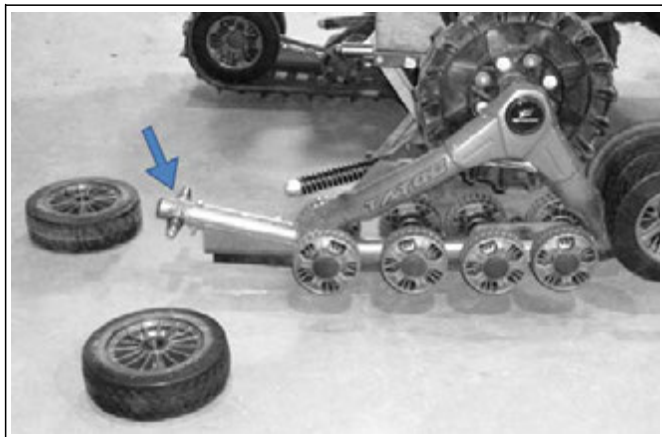

Рис. 24. Положение снимаемых колёс
- Снять два колеса диаметром по 255 мм со стороны, противоположной устройству натяжения (как показано на рис. 24).